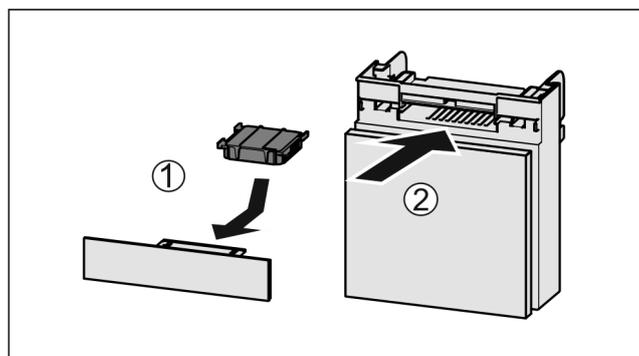

Fig. 132
- ▶ Insérer le filtre à charbon actif d'après le schéma Fig. 132 (1).
- ▶ Insérer le compartiment Fig. 132 (2).